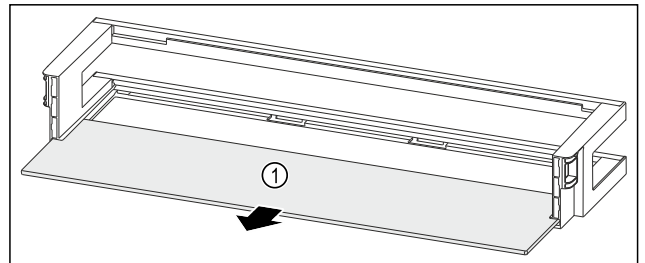

Fig. 90 Balconnet de contre-porte avec tablette de rangement
- ▶ Retirer la tablette de rangement Fig. 90 (1).